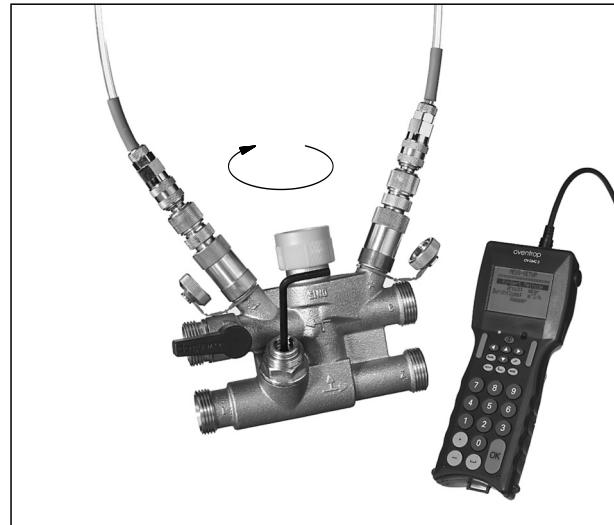

Bild 2/Illustr./Fig. 2
2. Voreinstellen mittels Differenzdruckmessung (Bild 2):